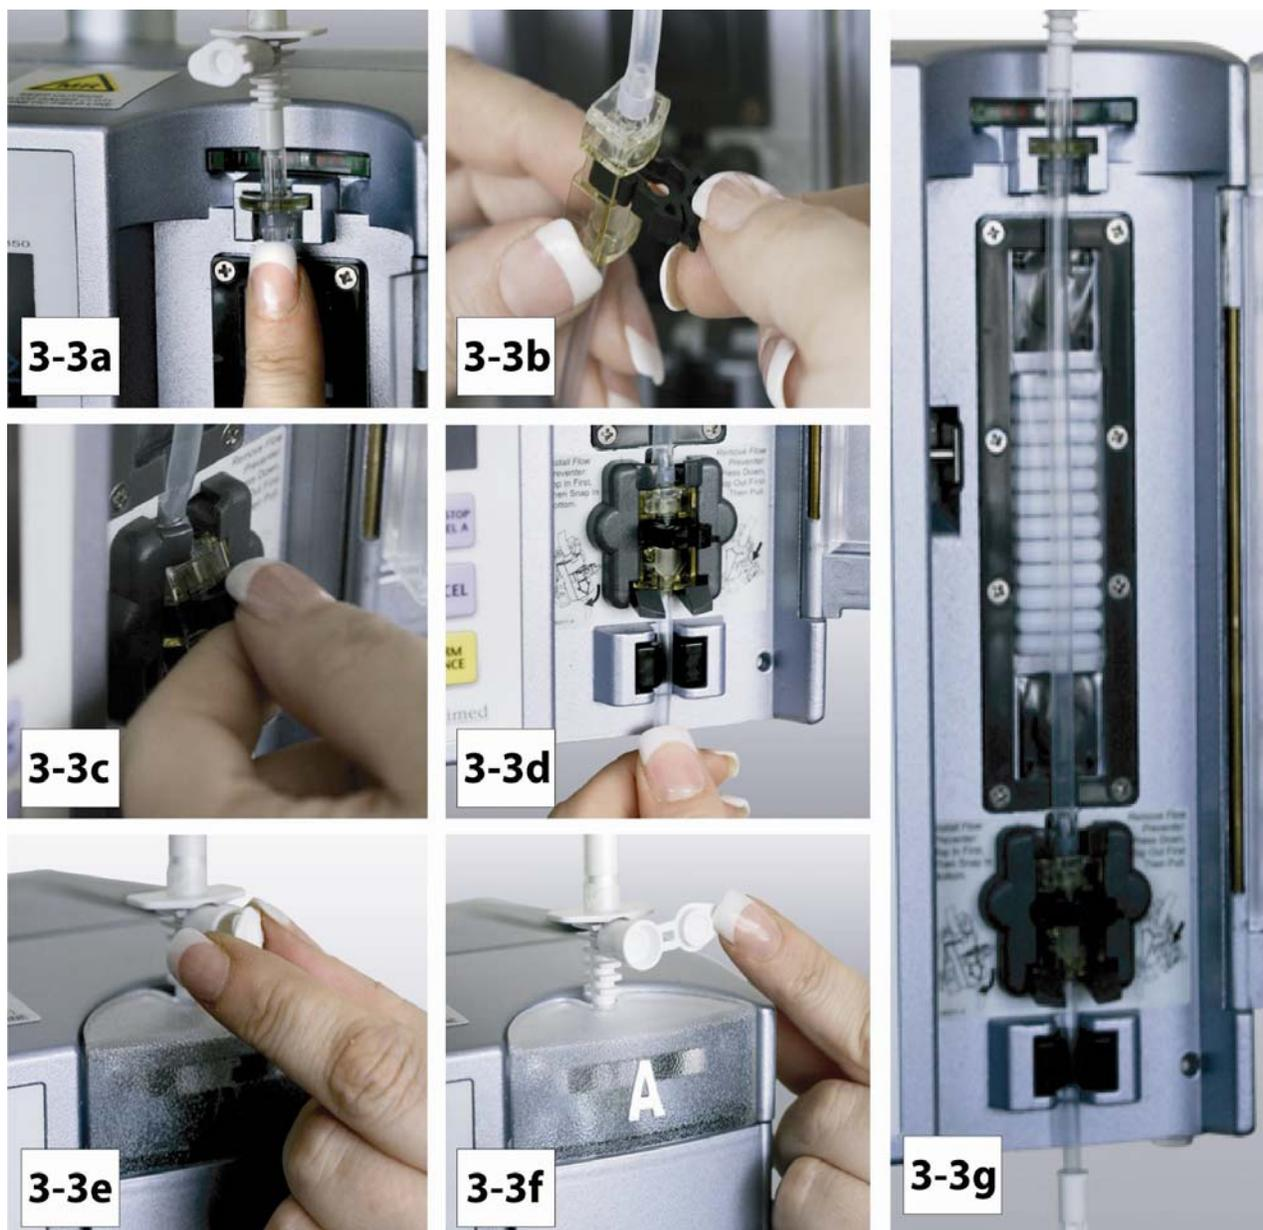

Figura 3-3. Installazione set per infusione endovenosa
- d. Aprire il tappo di sfiato aria sul raccordo adattatore della siringa (vedere la Figura 3-3).
AVVERTENZA: NON ALLUNGARE il segmento in gomma siliconica del set per infusione endovenosa. Quando caricato in modo corretto, il segmento in gomma siliconica deve essere teso e centrato in cima alle "dita" peristaltiche della pompa, come mostrato nella Figura 3-3, a pagina 3-5. Allungare eccessivamente o posizionare in modo non corretto questo tubo può determinare imprecisioni di flusso e/o flusso libero.
3.3.1 Inserimento del set di somministrazione. Procedere come segue per inserire il set di somministrazione nella pompa: (Vedere la Figura 3-3)
- a. Premere il tasto di comando ON (I).